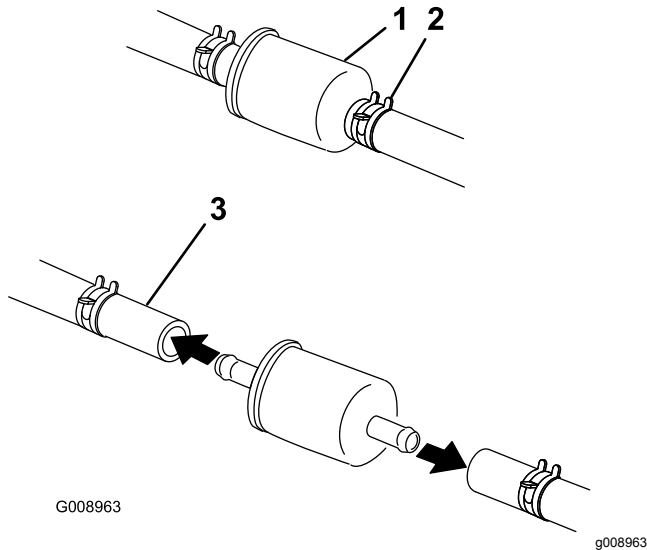

Figura 64
4. Cierre la válvula de cierre de combustible, situada debajo del asiento (Figura 64).
5. Apriete los extremos de las abrazaderas y deslícelas por la manguera alejándolas del filtro (Figura 64).
7. Instale un filtro nuevo y acerque las abrazaderas al filtro (Figura 64).